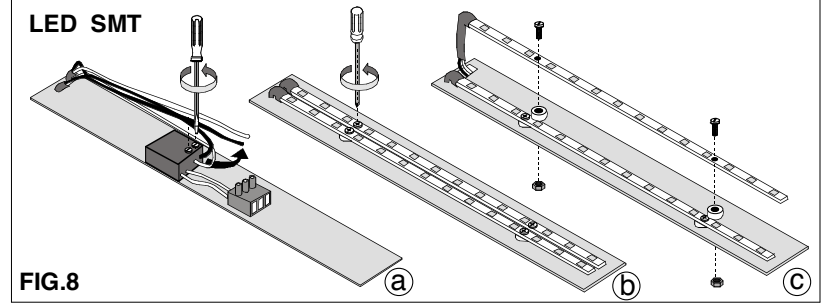

FIG.8
- Connettere la nuova strip rispettando la polarità. **FIG.8**
- Connect the new strip respecting the polarities **FIG.8**